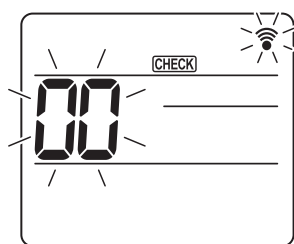
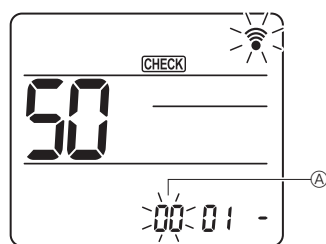
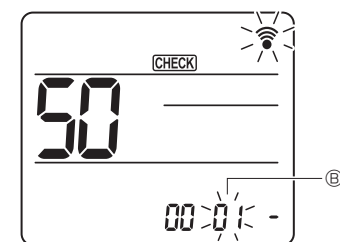
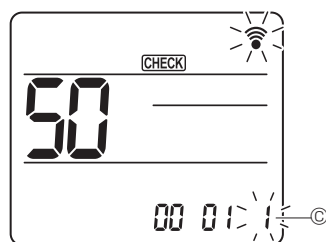

Fig. 7-16
Fig. 7-17
Fig. 7-18
Fig. 7-19
7.4.2. Mediante el mando a distancia inalámbrico (Fig. 7-16, Fig. 7-17, Fig. 7-18, Fig. 7-19)
① Vaya al modo de selección de función
(Inicie esta operación con la pantalla de estado del mando a distancia apagada). [CHECK] (COMPROBAR) se ilumina y "00" parpadea. (Fig. 7-16)
② Configuración del número de unidad
Pulse el botón [DOWN] para seleccionar el número de unidad ③. (Fig. 7-17)
③ Seleccione un modo
Pulse el botón [DOWN] para seleccionar el número de modo ④. (Fig. 7-18)
④ Seleccionar el número de ajuste
Utilice el botón [DOWN] para cambiar el número de ajuste ⑤. (Fig. 7-19)